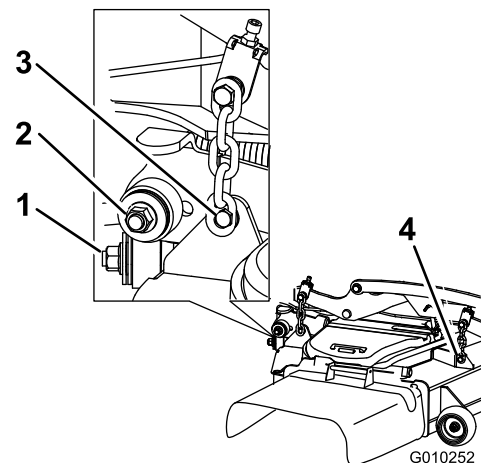

Figura 100
7. Retire y guarde los herrajes de ambos lados de la carcasa (Figura 100).